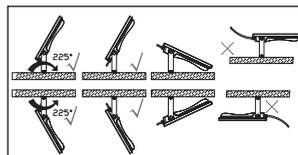

Fig. 3
2. Posizionare il faro nella direzione desiderata, quindi serrare i dadi di serraggio staffa (Fig. 3).